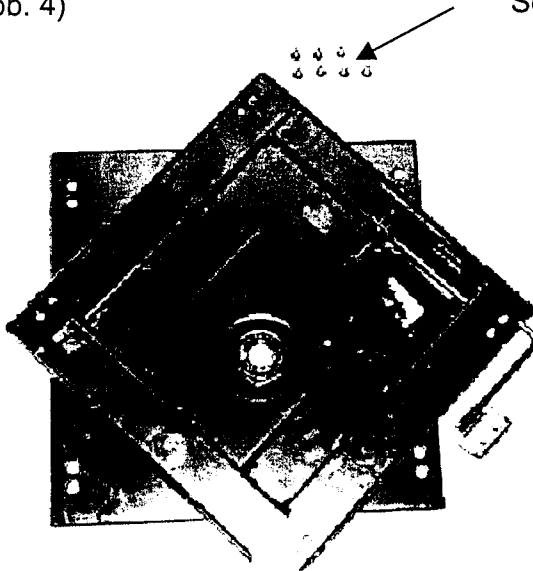

Abb. 4
- Durch Entriegelung und Drehen der Oberplatte werden auf der Unterplatte 8 Senklöcher sichtbar (Abb. 4)